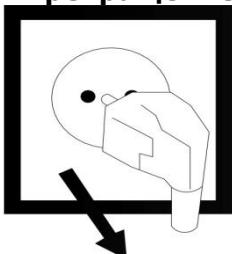

Рис. 11.2
2. Прекращение подачи электропитания на котел. (Рис. 11.2.)